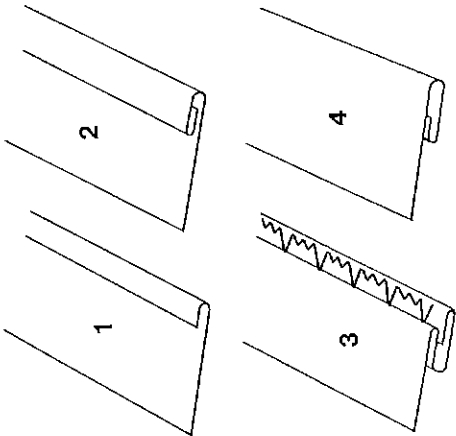

Abb. 28
Stoff mit der Innenseite nach oben legen und 1 cm einschlagen (1 Abb. 28). Den Saum in der gewünschten Breite umschlagen, wie in Zeichnung 2 gezeigt und heften. Nun den Saum so nach unten schlagen, daß die Kante des Umschlags etwa 3 mm vorsteht (3).